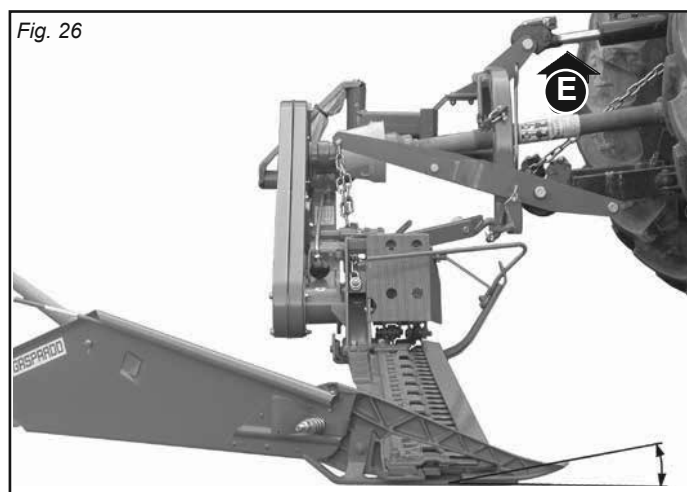

Fig. 26
- Régler l'inclinaison des dents de la barre, par rapport au terrain au moyen du tirant (E, Fig. 26).
- pour les fourrages bas, humides et serrés, incliner les dents vers le bas, en raccourcissant le tirant (E, Fig. 26).
- pour les terrains caillouteux, incliner les dents vers le haut, en allongeant le tirant (E, Fig. 26).